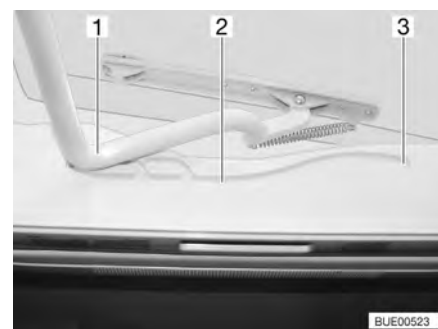

Fig. 65 Lanterneau Heki, glissière
- Tirer l'étrier (Fig. 65,1) dans les glissières (Fig. 65,2) jusqu'à la position la plus reculée (Fig. 65,3).
- Pousser l'étrier (Fig. 65,1) légèrement vers le haut avec les deux mains.
- Tirer l'étrier dans les glissières (Fig. 65,2) jusqu'à la position souhaitée.